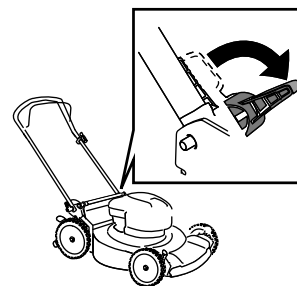

Figure 19
3. Ouvrez les verrous du guidon (Figure 19).